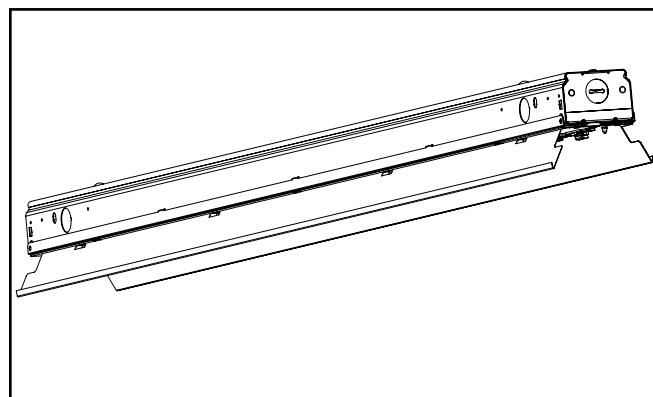

Figure 5.
4. Fermez le couvercle du canal (Figure 5).